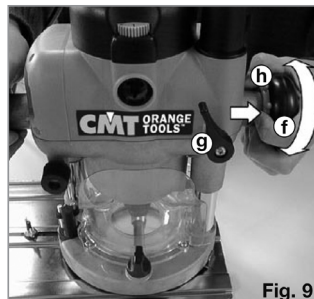

Fig. 9
2. Klem ringen (h) på drejehåndtaget (f) sammen og drej håndtaget for at hæve eller sænke fræseindsatsen. **Fig. 9.** Når den ønskede dybde er nået slippes ringen så den »springer« op hvorved overfræsersens blokeres i positionen.